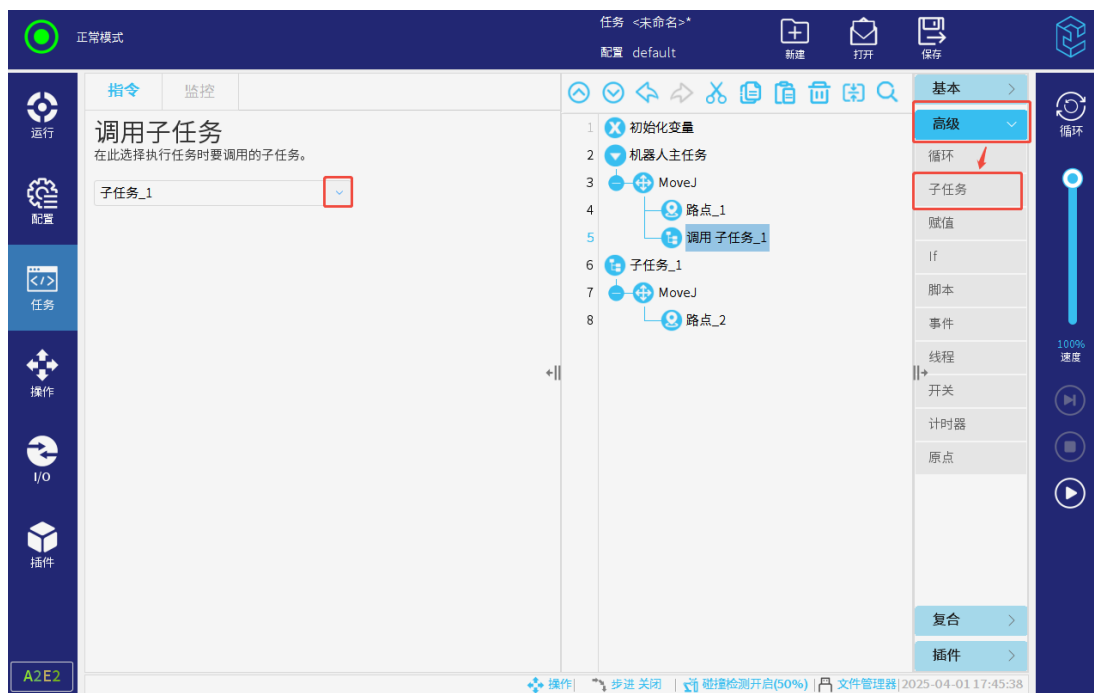

图 3-101: 调用子任务
2. 点击任务树中的“调用”，点击“新建”或选择已存在的子任务文件，如图 3-101所示。